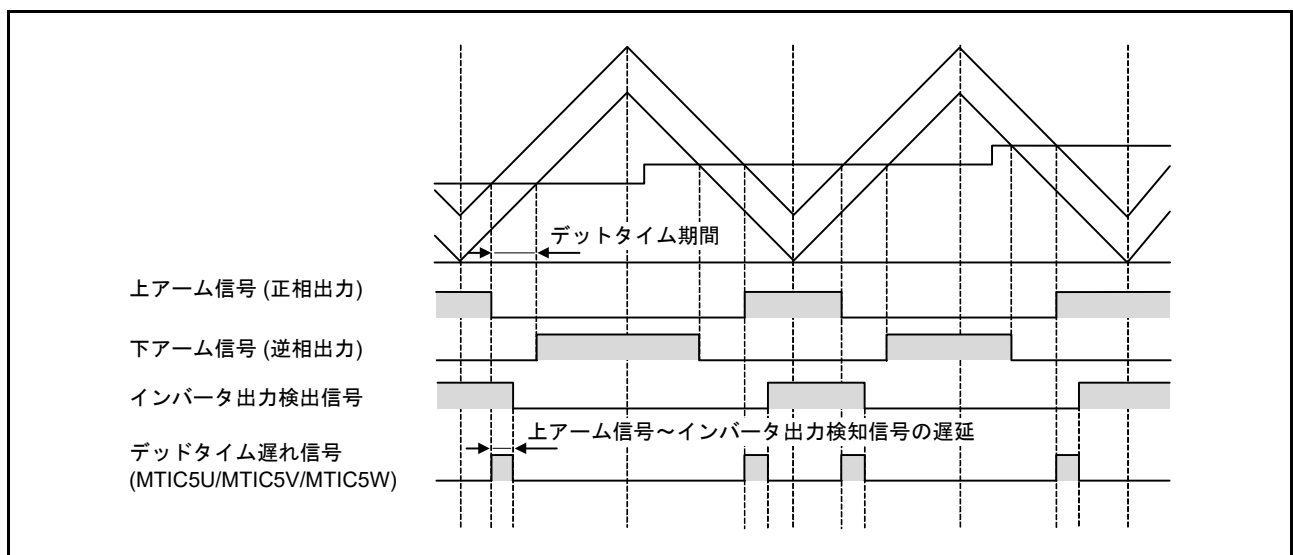
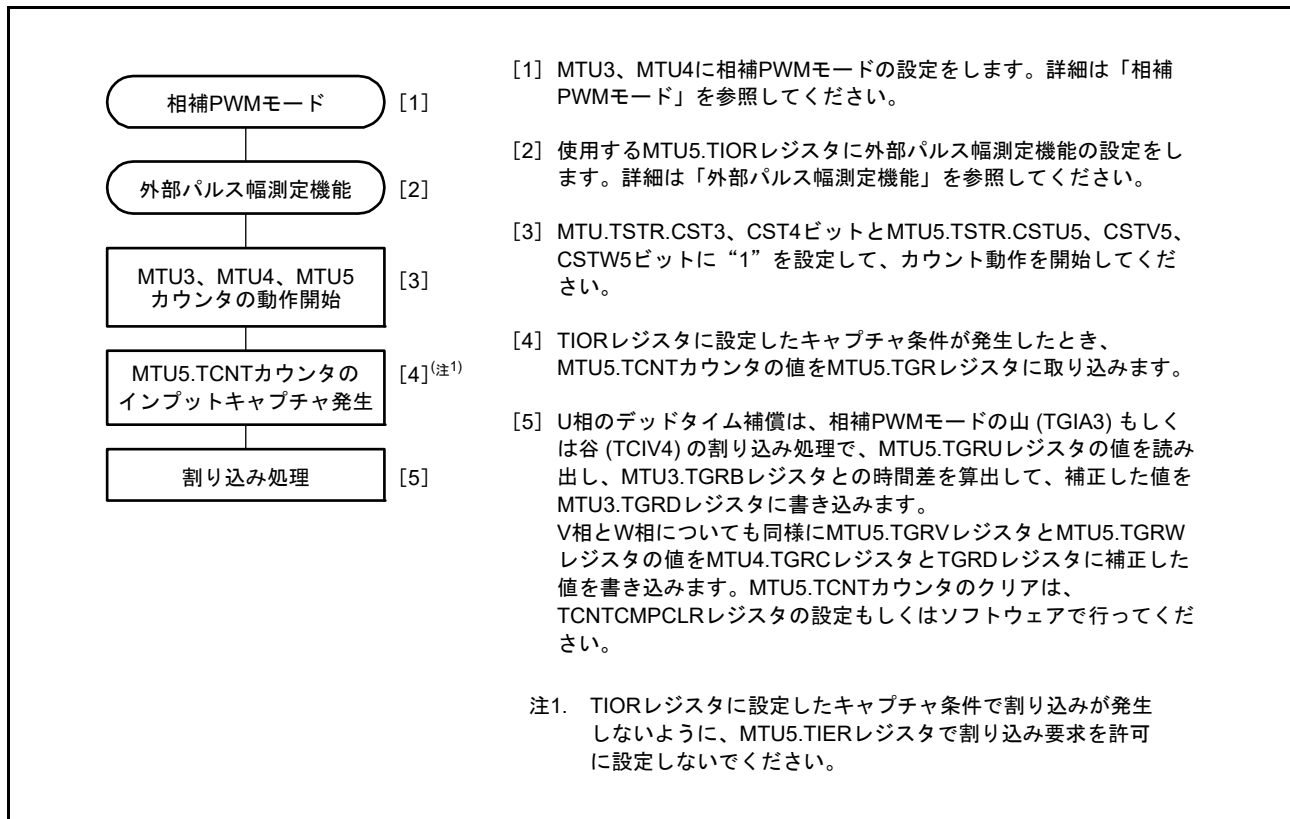

図 22.80 相補 PWM モード動作時のデッドタイム遅れ
図 22.81 デッドタイム補償機能の設定手順例
MTU5 の外部パルス測定機能でデッドタイム遅れを測定して、PWM 出力のコンペアレジスタに設定するデューティを補正することで、MTU3、MTU4 を使用した相補 PWM 動作時の PWM 出力波形に対するデッドタイムを補償することができます（図 22.80）。MTU3 ~ MTU5 を使用したデッドタイム補償の設定手順を図 22.81 に示します。このときの MTU5 の動作については、(2) 相補 PWM の山と谷での TCNTU、TCNTV、TCNTW カウンタキャプチャ動作を参照してください。
MTU5の3本のカウンタを使用したデッドタイム補償機能の設定手順例を図22.81に示します。